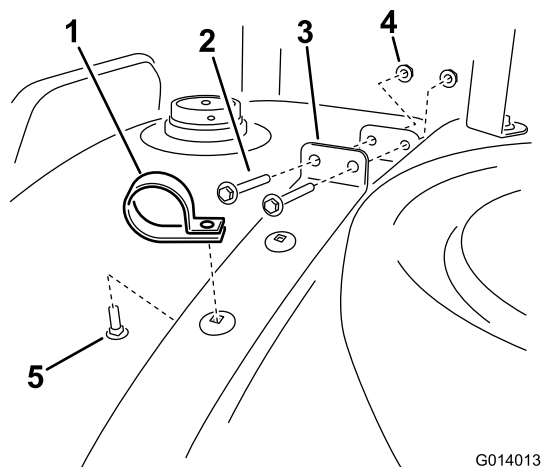

Figura 22
2. Sollevate la fascetta dal serbatoio in misura sufficiente da montare un nuovo bullone nel foro della fascetta ad un quarto del lato sinistro del serbatoio come illustrato nella Figura 22.
- Riposizionate la fascetta sul serbatoio. Utilizzate i bulloni precedentemente rimossi per serrare la fascetta al serbatoio (Figura 22). Accertatevi che la fascetta sia fissata al serbatoio. **Non serrate troppo.**